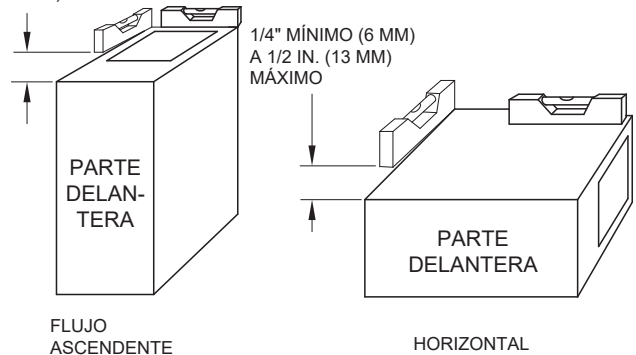

Fig. 19 – Requisitos de inclinación del calefactor
NOTA: El calefactor debe inclinarse como se muestra en la Fig. 19 para que la condensación drene correctamente.
**NOTA:** El calefactor debe inclinarse como se muestra en la Fig. 19 para que la condensación drene correctamente.
**NOTA:** El calefactor debe inclinarse hacia delante como se muestra en la Fig. 19 para que la condensación drene correctamente.